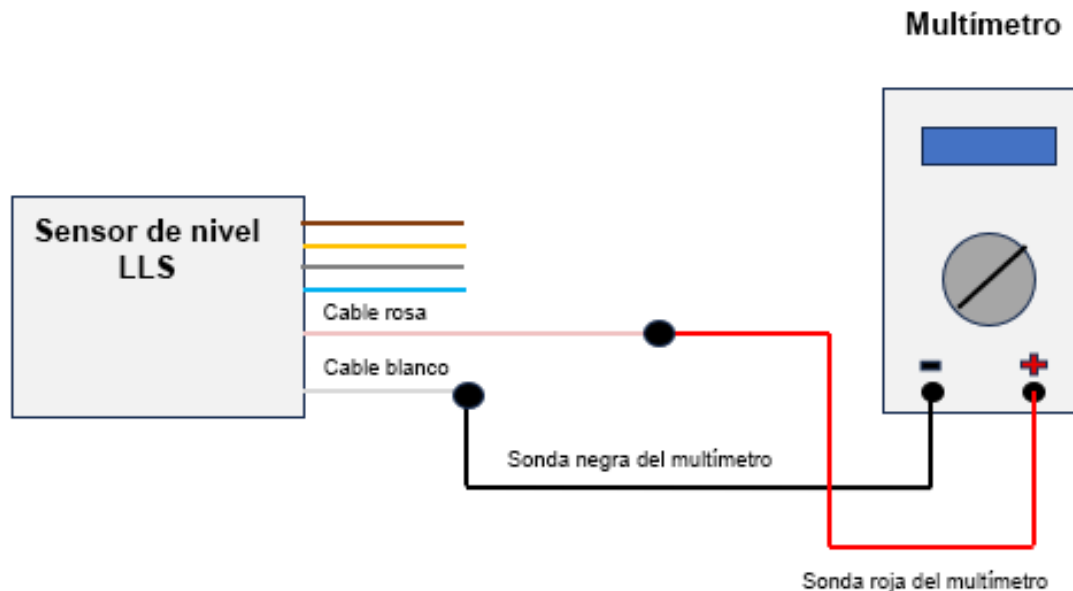

Fig. 6 Diagrama de conexión
2. Monte el circuito de conexión de acuerdo con la «Fig. 6 Diagrama de conexión».